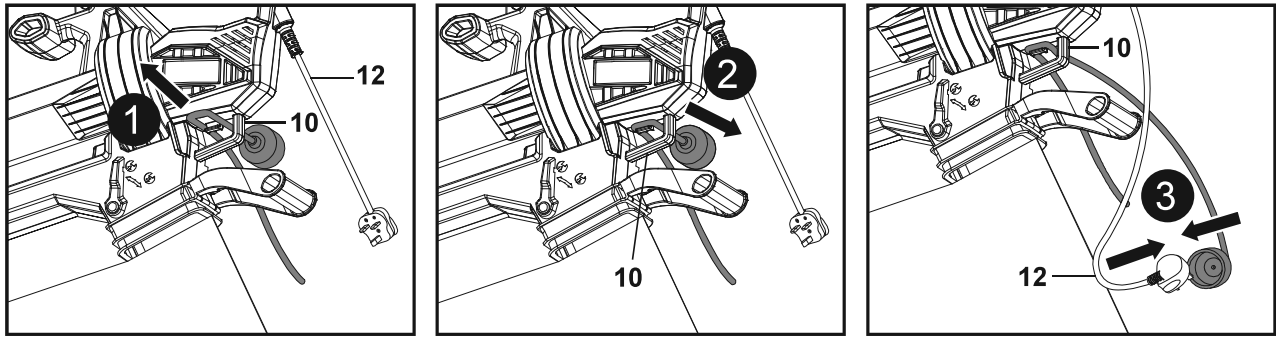

Fig. 7
1. Doble hacia atrás el prolongador, unos 40 cm desde el extremo, y pase el lazo que ha creado con el cable enrollado por el orificio de la sujeción del cable (10) (Fig. 7, paso 1).
2. Con el lazo de cable colocado sobre la sujeción (10) tire con cuidado hasta confirmar que queda bien sujeto (Fig. 7, paso 2).
3. Conecte el cable de alimentación (12) a la toma del prolongador (Fig. 7, paso 3).